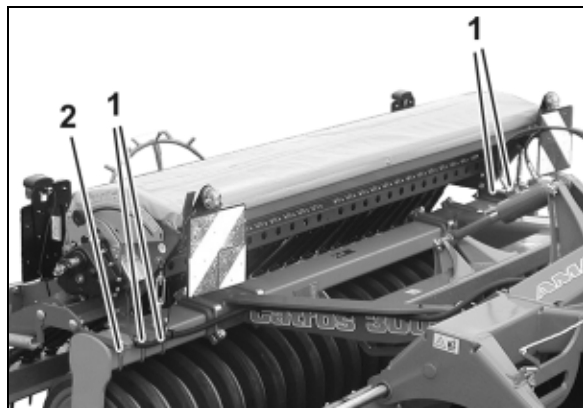

Fig. 18
6. Machine met vier klembeugels (Fig. 18/1) vastzetten.
7. Aandrijving van het stapwiel met klembeugel (Fig. 18/2) bevestigen.